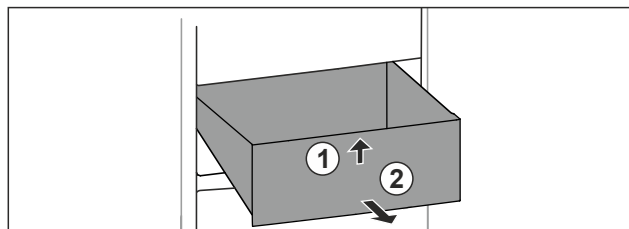

Fig. 100
- Sollevare il cassetto dal davanti. Fig. 100 (1)
- Rimuovere il cassetto tirandolo in avanti. Fig. 100 (2)